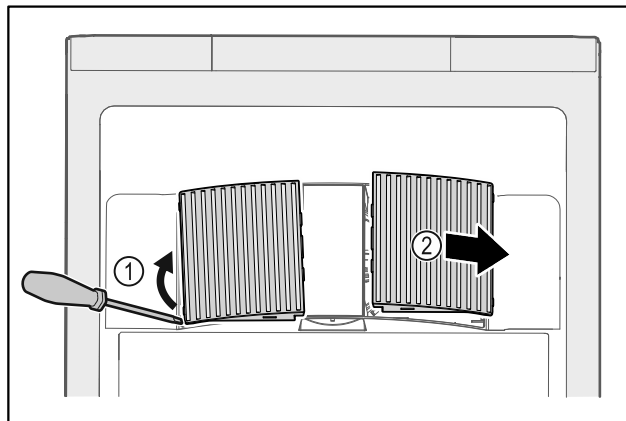

Fig. 201
- ▶ Oprezno podignite ventilatorske pokrove sa strane Fig. 201 (1) i skinite ih prema naprijed Fig. 201 (2).